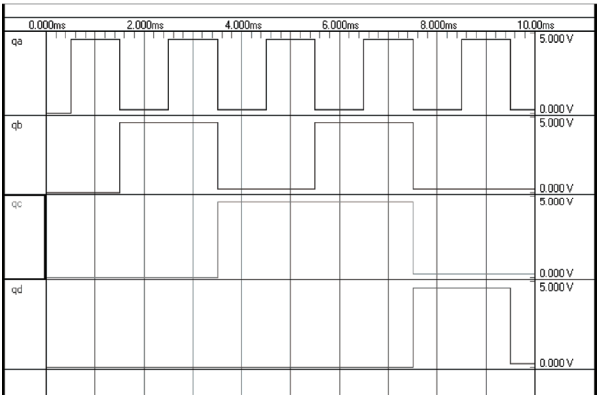
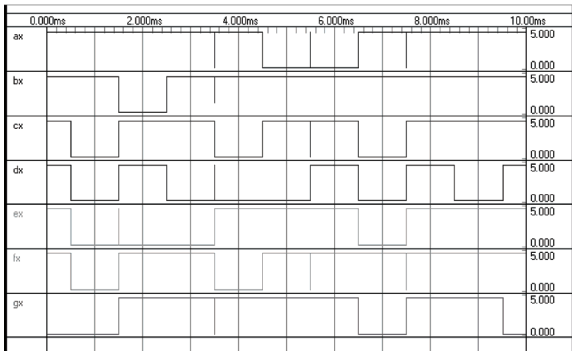
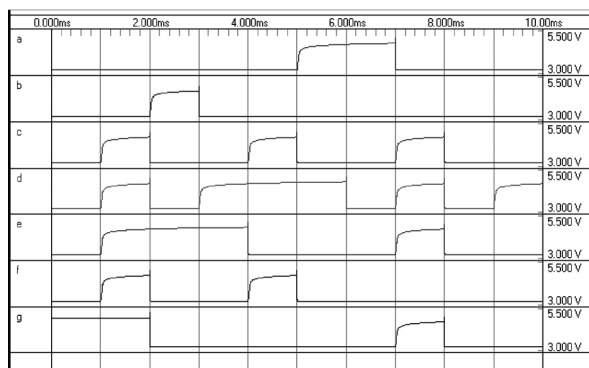

图 4-44 74LS90 的输出波形
图 4-45 锁存器 74LS373 的输入信号
图 4-46 7 段 LED 输入端的信号
4) 通过该文件的波形显示，可以更清楚地了解原理图电路的时序关系。例如本实例的仿真中，74LS90 的输出波形如图 4-44 所示。当图 4-44 的输出信号经过一系列的数字逻辑运算以后，锁存器 74LS373 的输入信号如图 4-45 所示，而 7 段 LED 输入端的信号如图 4-46 所示。